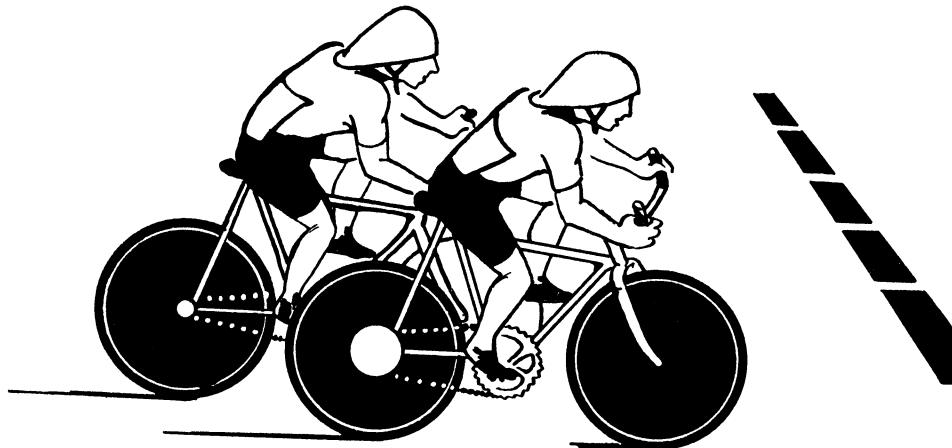

Рис. 68. К задаче 114
- 86 114. Какой велосипедист придет к финишу первым? Спортсменам разрешается сделать педальной звездочкой только один оборот. Диаметр ведомой звездочки отстающего велосипеда в два раза меньше, чем у обгоняющего велосипеда. Отставание измеряется длиной пути в 1 метр, а диаметры колес обоих велосипедов равны 0,8 метра (рис. 68).